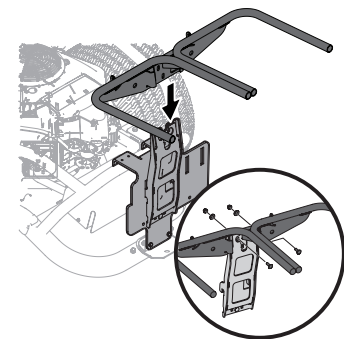

Figura 8
- Coloque y sujete el conjunto del colgador en la ménsula de soporte vertical usando dos pernos de carro (710-0276) dos arandelas de cubeta (736-0242) y dos tuercas de seguridad con brida (712-04063) del paquete de herrajes 689-01419. Consulte la Figura 8.